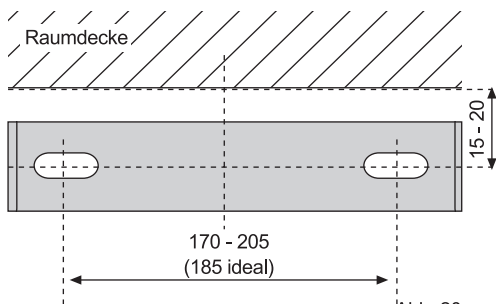
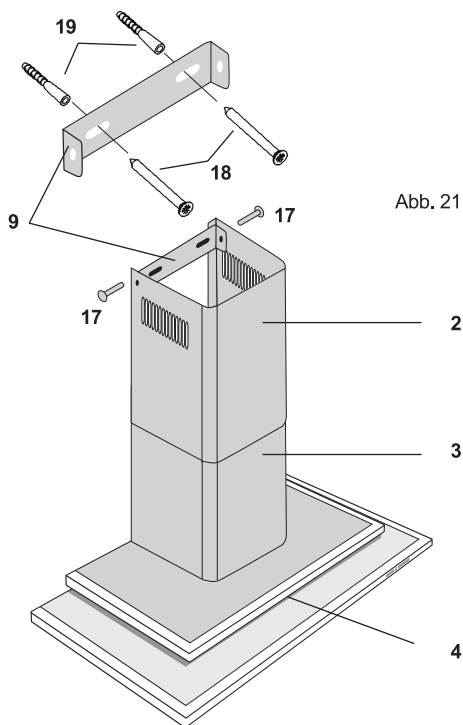

Abb. 20
Abb. 21
Bei Umluftbetrieb: den Teleskopschacht (2) so einsetzen, dass die Luftaustrittsschlitze oben sind. (Abb. 21).
Befestigen Sie das Montageblech (9) (Abb. 21) mit zwei Schrauben 3,5x25 mm (18) und zwei Dübeln 6 mm (19) an der Wand. Wählen Sie den Abstand des Montagebleches (9) entsprechend obenstehender Skizze (Abb. 20)